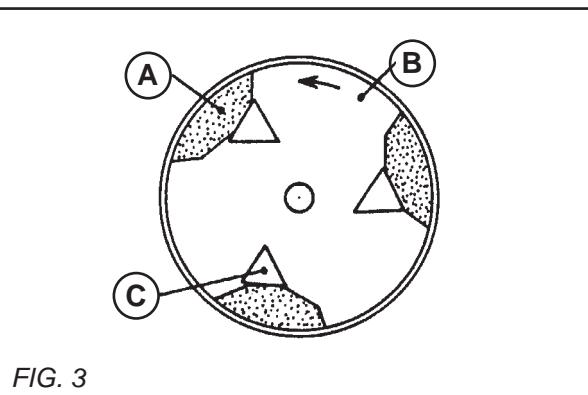

FIG. 3
- Placera magnesiumblocket (A) på plattan (B) så att blockets vinklade del hamnar mellan kilen (C) och plattans kant. För in blocket genom att trycka på det samtidigt som du följer med med kilen så att blocket hålls fast med så mycket stödtyta som möjligt (se FIG. 3).